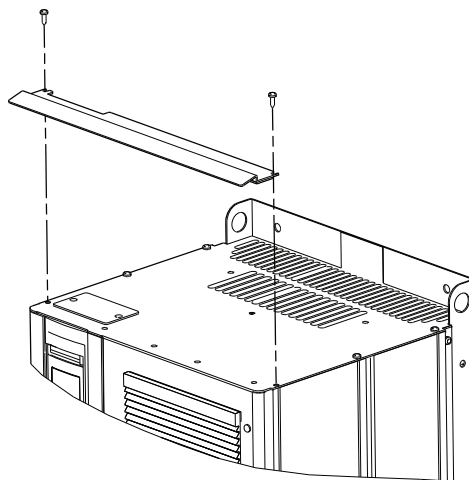

Fig. 6 Montaje de la pantalla de protección contra el goteo
1. Retirar los dos tornillos. Ver fig. 6.